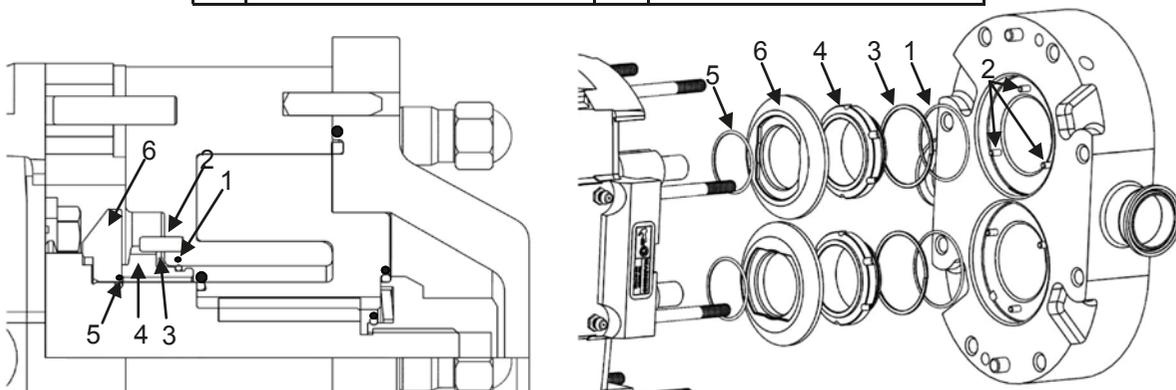

Figura 27: Sello mecánico sencillo
- 1) Remueva los sellos estáticos internos de la carcasa (figura 27, punto 4).